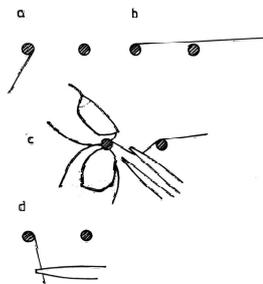
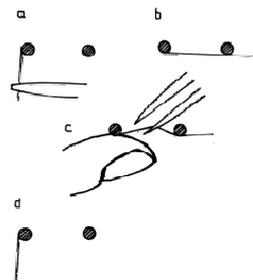

Abb. 9: Fadenführung (Restwicklung) -
Abb. 10: Fadenführung (Alternative) -
8. Eine von mehreren Möglichkeiten, den Bekleidungsfasen mit leichter anhaltender Spannung um den Stropp zu wickeln, ist auf Abb. 9 dargestellt. Ehe man mit Wickeln anfängt, muß der Halteknoten gelöst werden. Während dieses Vorgangs drückt immer ein Finger gegen den Knotenbereich; falls sich nämlich der Faden löst, lösen sich mindestens drei Windungen. und die müssen darin mühsam wieder gestrafft bzw. neu gewickelt werden. Wenn der Faden verbraucht ist, wird er durch Anhängen einer Klemmpinzette auf Spannung gehalten. Um die andere Seite bis zum Treffpunkt zu wickeln, bedarf es einer anderen Methode (Abb. 10). Es besteht ebenfalls die Möglichkeit, den Ring in Längsrichtung zu wenden. Aber dann passiert meistens das, wovor gerade eben gewarnt wurde. Wenn dann schließlich trotz aller Tücken des Objekts die Anschlußstelle erreicht ist, gibt man mit einem Stäbchen etwas Kleber an die Stelle. Während der eine Faden von der Pinzette gehalten wird, übernehmen den anderen Daumen und Zeigefinger. Nach ein bis zwei Minuten können beide Fäden losgelassen und später abgeschnitten werden. Die Stropps lassen sich übrigens auch ohne Bekleidung verwenden, aber der Klebberreich wird trotz größter Sorgfalt sichtbar (Abb. 11, A).